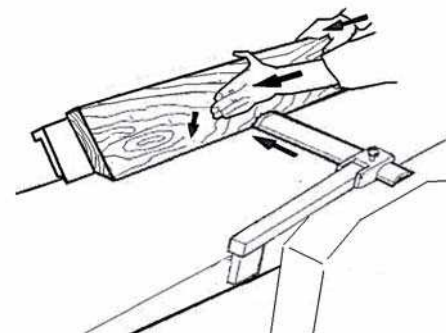

Рис. 13
- Налаштувати огорожу ріжучого блоку на ширину оброблюваної деталі (Рис. 13).